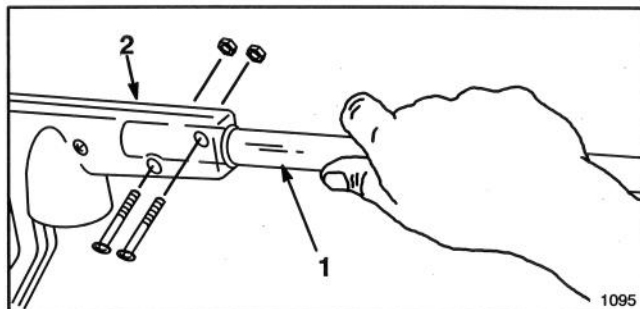

Figure 3
1. Insérer le tube dans la poignée supérieure en alignant les gorges du tube sur les trous des vis de la poignée (Fig. 3).